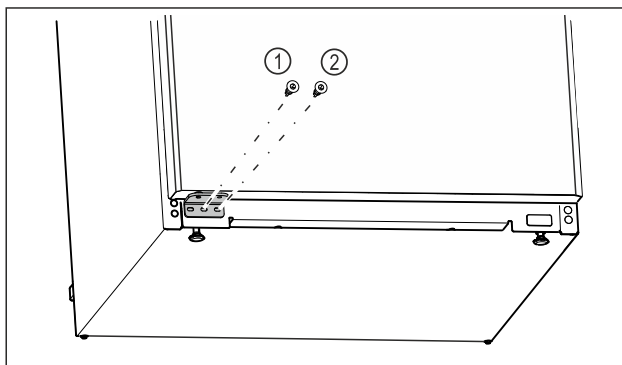

Fig. 25
- ▶ Przykręcić środkową śrubę płytki zawiasu Fig. 25 (1) śrubokrętem Torx 20.
- ▶ Przykręcić wewnętrzną śrubę płytki zawiasu Fig. 25 (2) śrubokrętem Torx 20.